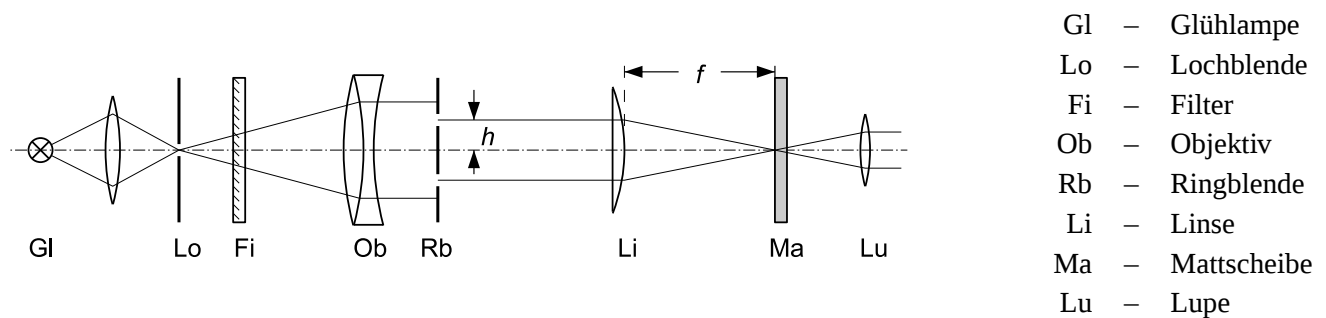

Abbildung 4: Aufbau zur Messung der sphärischen Aberration
- Bauen Sie den Versuch gemäß Abbildung 4 so auf, dass das parallele Licht der Glühlampe auf die plane Fläche der Linse fällt. Protokollieren Sie die Wellenlänge des verwendeten Filters.